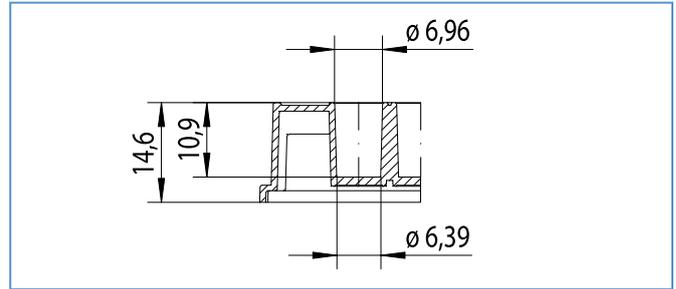

Abbildung 3:
- ☞ Der Grenzwert für den Variationskoeffizienten (CV) innerhalb einer Platte liegt bei 5% für MICROLON® und bei 10% für FLUOTRAC™ und LUMITRAC™ Produkte.
Das wichtigste Kriterium bei immunologischen Produkten ist ein stabiler Variationskoeffizient (CV) von Charge zu Charge, der über einen größeren Zeitraum überwacht wird (Abb. 3).
Abbildung 3: Variationskoeffizienten (CV) aller im Zeitraum von 2010 bis 2014 getesteten Rohstoff-Chargen, die für transparente Platten verwendet wurden (med. und high binding).
3. F-Boden/Standard (ST) (Abb. 3)